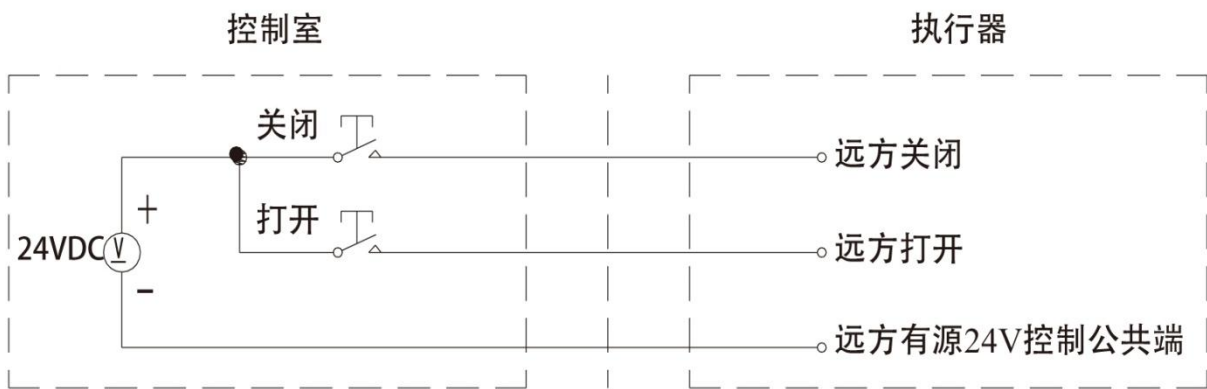
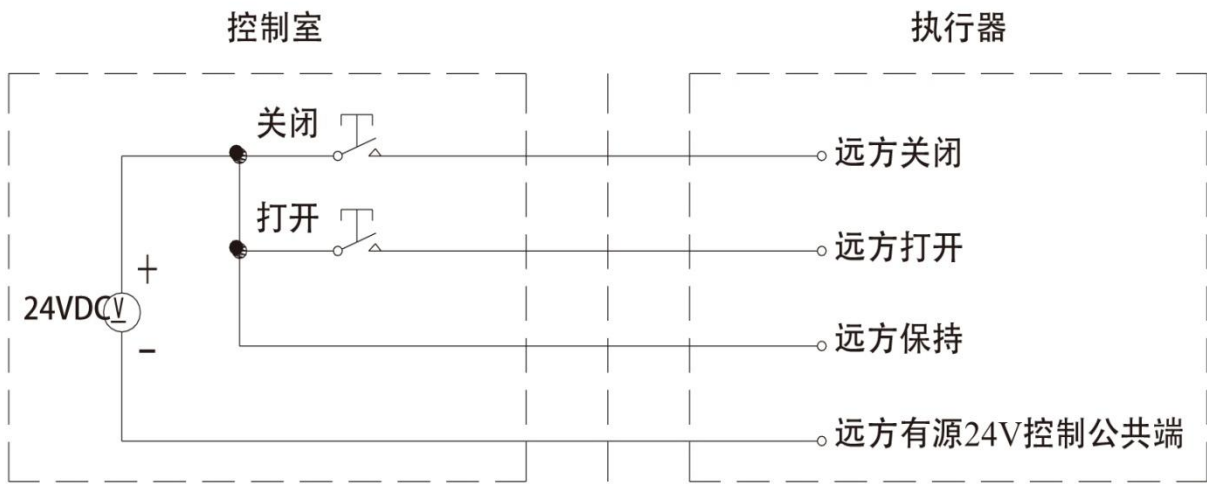
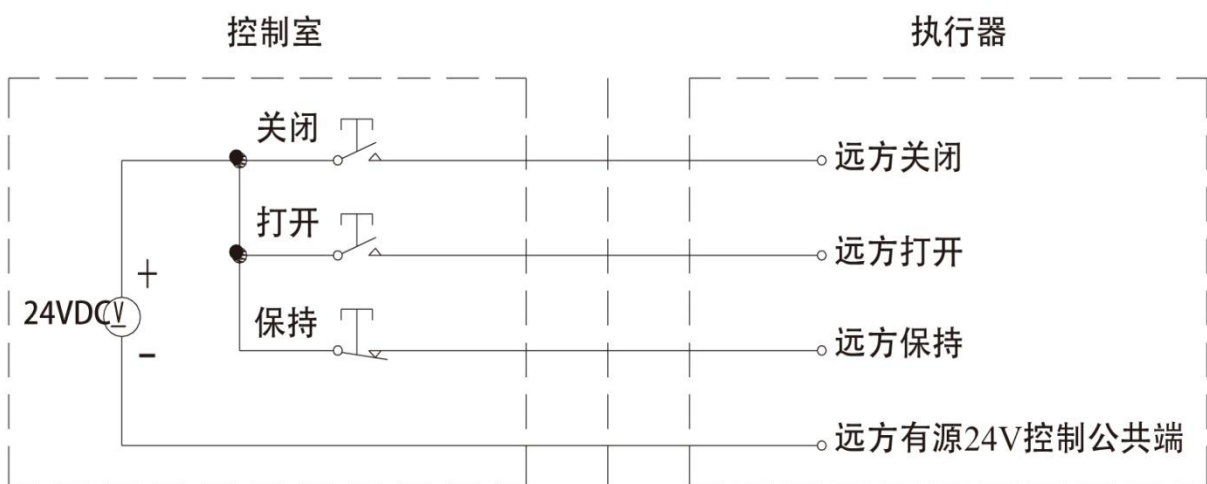

图7-4 外部直流点动式打开 / 关闭控制，执行器可以停在中途任意位置
图7-5 外部直流保持式打开、关闭、停止控制
图7-6 外部直流保持式打开、关闭、停止控制
10.1.2 若使用外部 24V直流电压实现控制，外部连线见图 7-4、图 7-5、图 7-6。